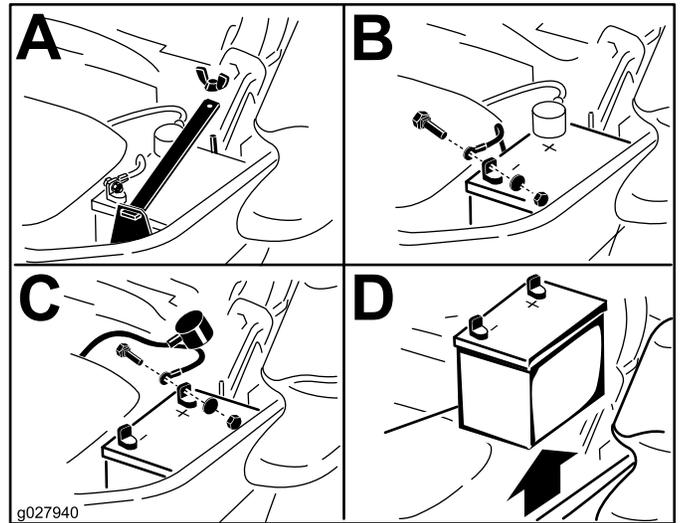

Figura 58
3. Desconecte el cable negativo (negro) de la batería del borne negativo (-) de la batería (Figura 58).
4. Retire la cubierta de goma roja del borne positivo (rojo) de la batería y retire el cable positivo (+) (Figura 58).
5. Retire la tuerca de orejeta que sujeta la abrazadera de la batería (Figura 58).
6. Retire la abrazadera (Figura 58).
1. Coloque la batería en la bandeja, con los bornes frente al depósito de aceite hidráulico (Figura 58).
4. Fije los cables con 2 pernos, 2 arandelas, y 2 contratuercas (Figura 58).
6. Instale la abrazadera y sujétela con la tuerca de orejeta (Figura 58).